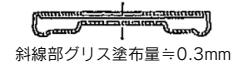
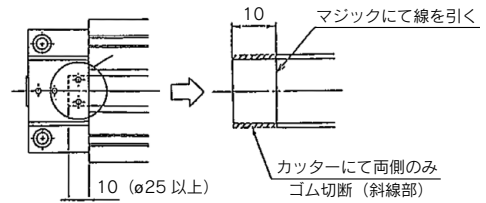

図1
図2
②組立
- 交換用ダストシールバンドは、あらかじめ図2の追加加工を施した上、^{注1)}図1のとおり全体にグリースを塗布します。
- 注1)図1のように、グリースを均一に塗布してください。なお、グリースはリチウム石鹼基グリースの稠度、1号または2号をご使用ください。